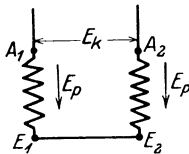
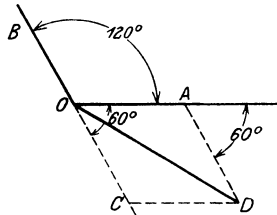

Abb. 90.
Abb. 91.
234. A_1E_1 und A_2E_2 sind Sitze zweier EMK, deren Vektoren einen Winkel von 120° miteinander einschließen. Die gemessene Größe jeder EMK ist $E_p = 100$ [220] (220) V. Welche Spannung E_k mißt man zwischen A_1 und A_2 , wenn E_1 mit E_2 verbunden wird (Abb. 90).
Lösung: Wie aus den in Abb. 90 eingezeichneten Pfeilen hervorgeht, subtrahieren sich die beiden EMK, also ist die zwischen A_1 und A_2 gemessene Spannung die Differenz der beiden Spannungen $\overline{E_p}$ (geometrisch subtrahiert). Wir tragen an die in A_1E_1 entstandene Spannung \overline{OA} (Abb. 91), die in A_2E_2 entstandene Spannung \overline{OB} unter 120° an, verlängern \overline{OB} nach rückwärts um sich selbst bis C und bilden aus \overline{OA} und \overline{OC} ein Parallelogramm, so ist dessen Diagonale \overline{OD} die gesuchte